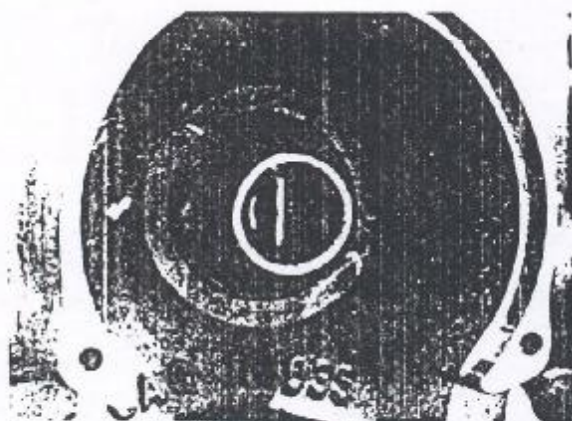

Figura 9.03.2 - Conjunto de acionamento do estator
6. Remover a luva, o pino de acionamento, o prato e a mola, da extremidade dianteira da árvore de manivelas (Figura 9.03.2).
2. Instalar a mola, o prato, o pino de acionamento e a luva de retenção, na extremidade dianteira da árvore de manivelas (Figura 9.03.2).